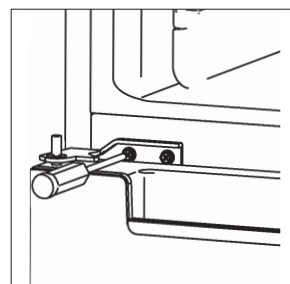

Abb. 14
- ▶ Schrauben Sie das untere Scharnier (8) mit den beiden Halterungsschrauben fest.
- ▶ Schrauben Sie die Gerätefüße (9) ein.
- ▶ Richten Sie das Gerät wieder auf. Richten Sie es dann durch Ein- oder Herausdrehen der Gerätefüße (9) waagrecht aus.
- ▶ Setzen Sie nun die Gefrierraumtür (7) auf das untere Scharnier (8), indem Sie die Aussparung unten an der Gefrierraumtür (7) auf dem Zapfen platzieren.
- ▶ Halten Sie die Gefrierraumtür (7) geschlossen.
- ▶ Versetzen Sie das mittlere Scharnier (6) auf die linke Seite.
- ▶ Stecken Sie zwei Unterlegscheiben auf den Zapfen des mittleren Scharniers und setzen Sie den Zapfen in die Gefrierraumtür (7).
- ▶ Befestigen Sie das mittlere Scharnier (6) mit den beiden Schrauben und einem Kreuzschlitzschraubendreher (Abb. 14).